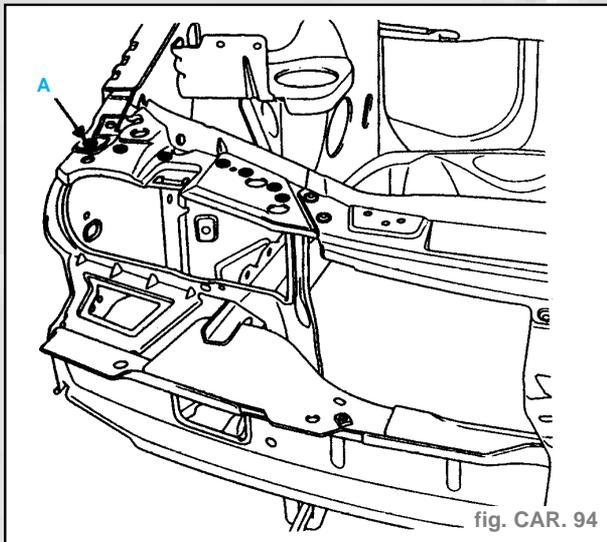
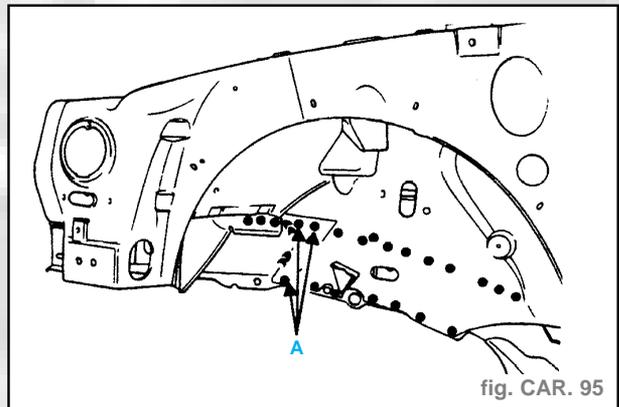
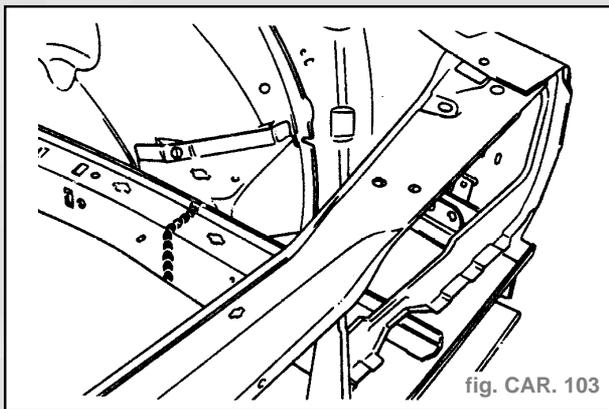

fig. CAR. 94
fig. CAR. 95
fig. CAR. 103
**Soudure** (fig. CAR. 94)
**Nota.** - En (A), un point en trois épaisseurs.
**Soudure** (fig. CAR. 95)
**Nota.** - En (A), points en trois épaisseurs.
**Nota.** - En (A), points sur trois épaisseurs.
**Soudure** (fig. CAR. 103)